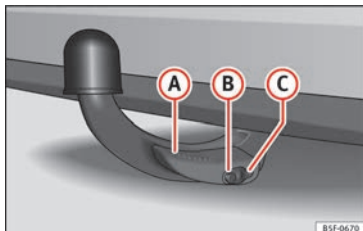

Abb. 232 Ordnungsgemäß befestigter abnehmbarer Kugelkopf
- Der Hebel **A** » Abb. 232 ist vollständig angehoben.
- Der Entriegelungsbolzen **B** » Abb. 232 steht komplett heraus (sein rot-grüner Teil ist sichtbar).
- Die Abdeckung **C** » Abb. 232 sitzt auf dem Schloss.